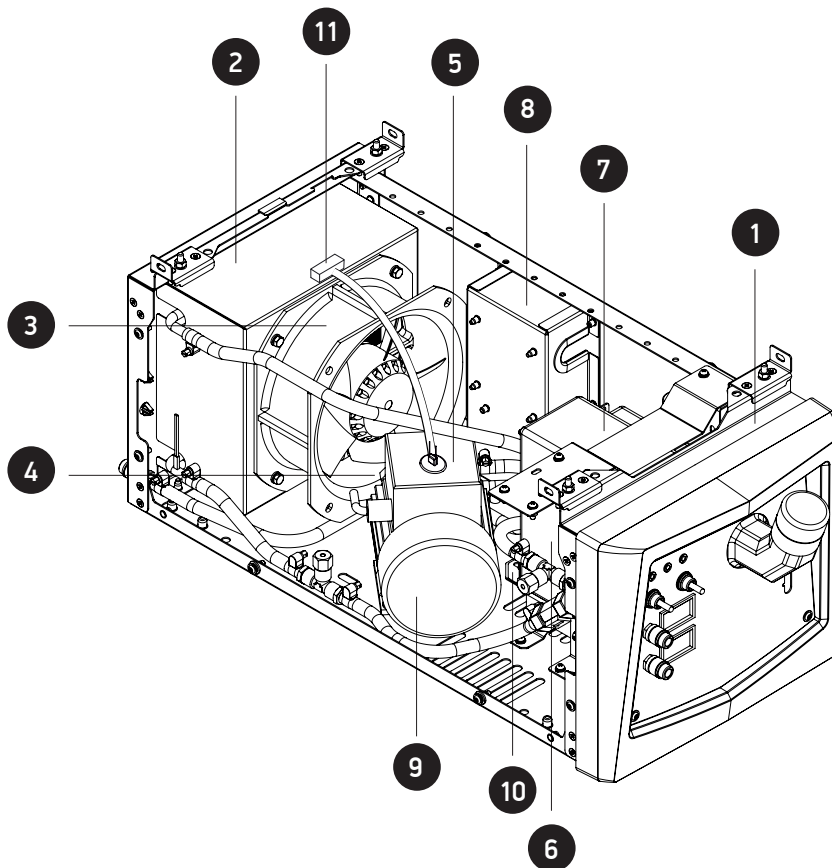

рис. 3.1. Конструкция БВО-6.07П, БВО-6.08П
- вытянуть кабель питания с разъемом поз.11 (рис.3.1);